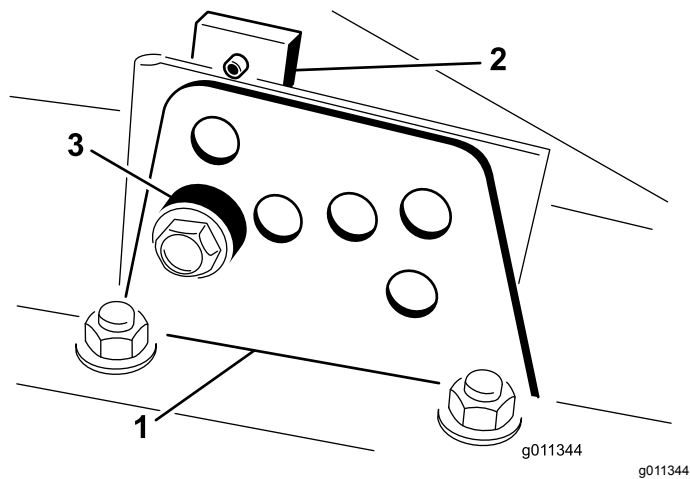

図 24
4. チェンバを支持しておきながらスペーサを取り外す 図 24。
2. 図 24 のように、各刈り高ブラケットを刈り高プレート前と右と左に固定しているボルトをゆるめる。